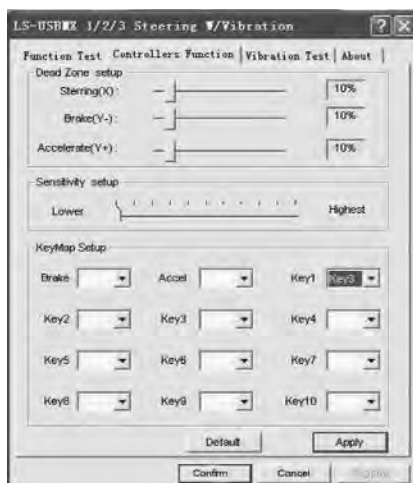

Рис. 8
- Выберите закладку «Controllers Function» для настройки осей и кнопок (рис. 8).
- Настройка Dead Zone setup («мертвой зоны»): манипулятор не будет реагировать на незначительное нажатие на педали газа (Accelerate Y+) и торможения (Brake Y-) и повороты руля (Steering X), поэтому нужно установить необходимые поправки (см. рис. 8);
- Настройка Sensitivity setup (чувствительности): чем выше установлена чувствительность, тем быстрее и оперативнее будет реакция манипулятора на нажатие педалей и повороты руля, поэтому нужно установить необходимые установки – в пределах от Lower (низкого) до Highest (см. рис. 8);
- В разделе KeyMap Setup можно перепрограммировать значение кнопок: для этого напротив обозначения кнопок необходимо выбрать нужное значение (см. рис. 8);
- При первом подключении сразу после установки драйверов можно автоматически отцентрировать манипулятор, нажав кнопку MODE (10).